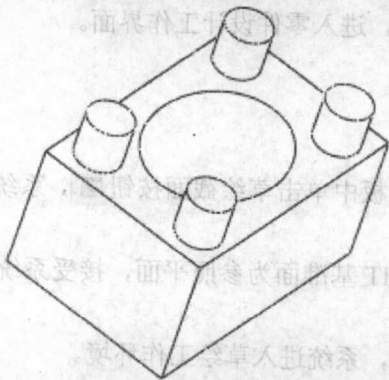

图 1-9
- (8) 单击按钮 ，结束预览。单击反向去除材料按钮 ，然后单击预览按钮，结果如图 1-9 所示。